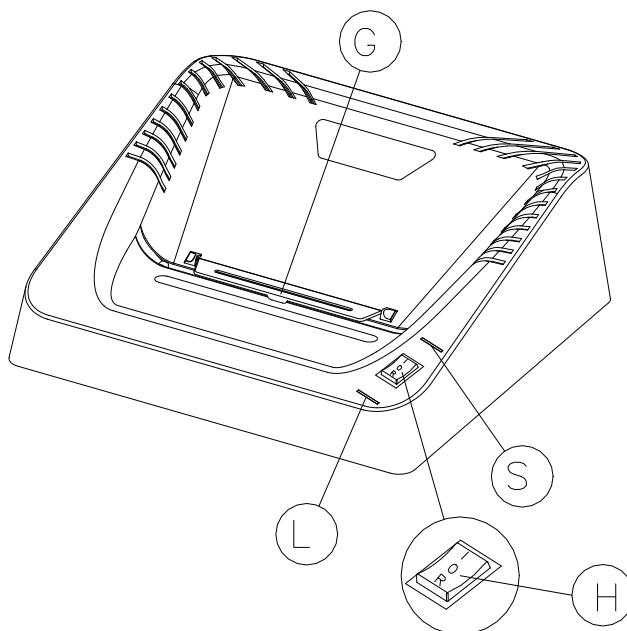

Fig.2
### USO DELL'APPARECCHIO Fig.2
Gli apparecchi in grado di distruggere CD/DVD e carte di credito sono muniti di sportellino di protezione (G) Fig.2 che deve essere mantenuto ruotato verso la parte posteriore dell'apparecchio durante la distruzione di carta e deve essere ruotato verso il fronte dell'apparecchio durante la distruzione di CREDIT CARD -CD-ROM/DVD, perché mantiene guidati i supporti ottici nell'area di azione delle fotocellule e protegge l'operatore da eventuali frammenti di plastica.
### HOW TO USE THE SHREDDER Fig.2
The machines suitable for shredding CDS/DVDS and credit cards come with a protective door (G) Fig. 2 which must be rotated to the back of the machine when shredding paper and must be rotated to the front when shredding CREDIT CARDS-CD-ROMS/DVDS, because it guides the optical material within range of the optical eyes cells and protects the operator from any plastic fragments.
### ARBEITEN MIT DEM AKTENVERNICHTER Abb.2
Die Geräte, die auch zum ZERKLEINERN von CDs / DVDS und Kreditkarten geeignet sind, haben einen Sicherheitsschieber (G) Abb. 2. Dieser muss zum Schreddern von Papier nach hinten, zum Schreddern von KREDITKARTEN, CD-ROMS und DVDS nach vorne geschwenkt werden. Dadurch bewegt sich das zu zerkleinernde Material im Bereich der Fotozellen und schützt den Bediener vor Plastikresten.